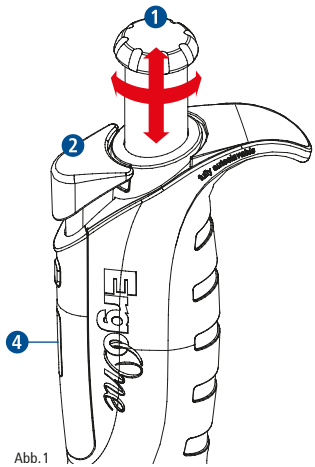

Abb. 1
Lösen Sie die Arretierung der Volumeneinstellung durch Ziehen des Bedienknopfes ❶, es ertönt ein Klickgeräusch (Abb. 1). Durch Drehen des Bedienknopfes ❶ im Uhrzeigersinn verringert sich das aufzunehmende Volumen, durch Drehen entgegen dem Uhrzeigersinn erhöht es sich. Das eingestellte Volumen wird auf der 4-stelligen Volumenanzeige ❷ in der Sicht von oben nach unten angezeigt, die weiße Trennlinie zeigt den Dezimalpunkt. Um ein größeres Volumen einzustellen, überschreiten Sie die erforderliche Volumeneinstellung um 1/3 Drehung und verringern Sie danach das Volumen langsam, bis Sie das Zielvolumen erreicht haben. Stellen Sie sicher, dass Sie die Markierung nicht überschreiten. Nach Abschluss der Volumeneinstellung wird der Bedienknopf ❶ durch Drücken nach unten arretiert, es ertönt erneut ein Klickgeräusch. Die Pipette ist nun betriebsbereit.